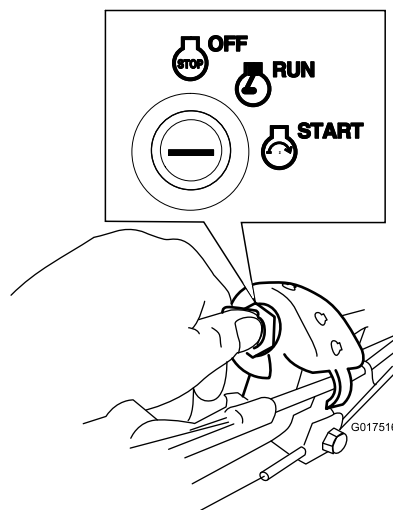

Рисунок 17
1. Поверните ключ зажигания в положение Run (Работа) Рисунок 17
- **Ключ зажигания** Поверните ключ зажигания в положение Start (Запуск) и удерживайте в этом положении (Рисунок 17); когда двигатель запустится, отпустите ключ.